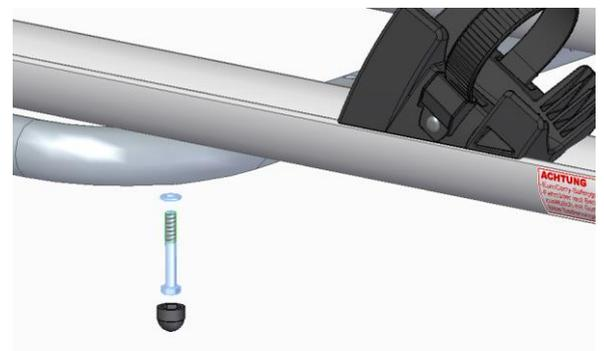

Abbildung 10
Montieren Sie schlussendlich die Fahrradschienen (5), indem Sie jeweils zwei Sechskantschrauben M6x45mm wie in Abbildung 10 von unten durch die Bohrungen des Auslegers schieben und in die Nutensteine schrauben, die sich bereits in der Fahrradschiene (5) befinden.